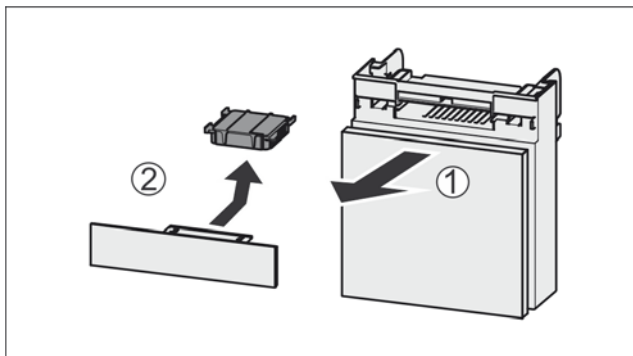

Fig. 81
- Вытянуть Fig. 81 (1) отделение движением вперед.
- Извлечение Fig. 81 (2) фильтра с активированным углем.